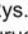

Rys. 11
- > Trzymać urządzenie mocno lewą ręką i pociągnąć uchwyt linki rozrusznika (15) 4 razy prawą ręką. Silnik nie powinien jeszcze się uruchomić (Rys. 11)
- > Pociągać uchwyt linki rozrusznika (15), aż do momentu uruchomienia silnika. (Rys. 11).
- > Nacisnąć, a następnie puścić blokadę przepustnicy (13) i dźwignię przepustnicy (12).